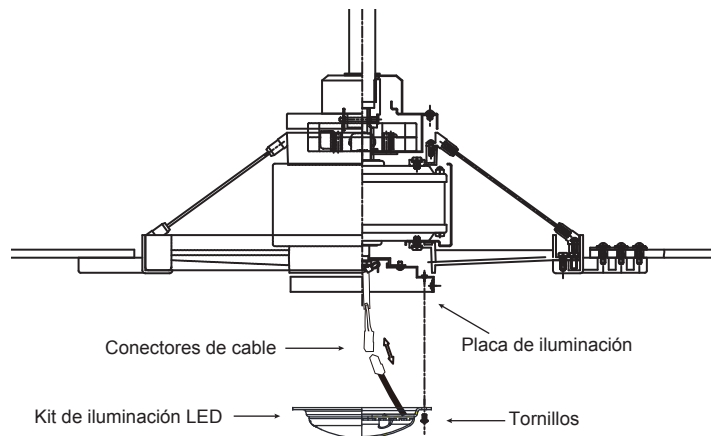

Fig. 17
Paso 1. Afloje los tres tornillos de montaje del lado interno del kit de iluminación LED. (Fig. 17)
Paso 2. Mientras sostiene el kit de iluminación LED por debajo del motor del ventilador, conecte el cableado: (Fig. 17)
Paso 3. Inserte las conexiones en forma ordenada dentro de la placa de iluminación. Coloque los orificios principales del kit de iluminación LED sobre los 2 tornillos aflojados anteriormente de la placa de iluminación, haga girar el kit de iluminación LED hasta que se trabaje en posición en la sección angosta de los orificios principales. Asegure ajustando los tres tornillos. (Fig. 17)